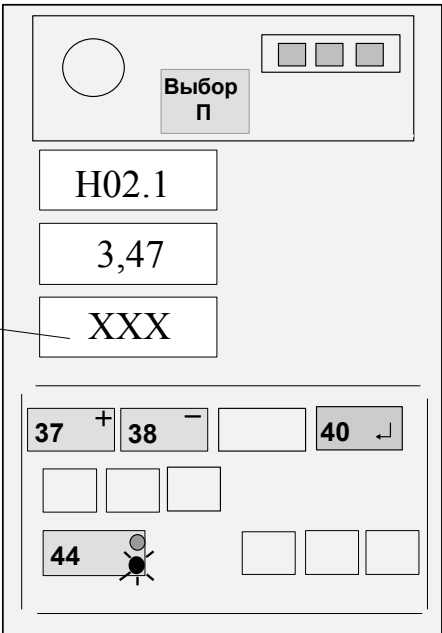

Рисунок 14
4.5.6.4 Нажимая кнопки "+" (37) и "-" (38), набрать на среднем ИЖЦ значение вылета, указанного в правом столбце таблицы 2 (см. рисунок 14) для установленного значения вылета по рулетке.
4.5.6.5 Нажать на время 1 с кнопку "↵" (40) и, проконтролировав короткий звуковой сигнал, отпустить кнопку (см. рисунок 14).